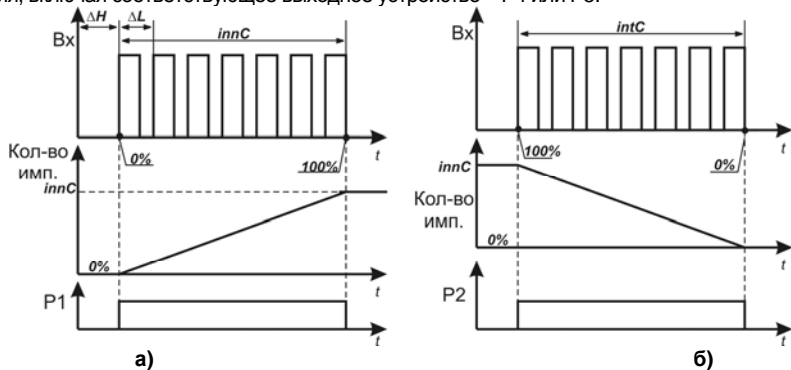

Рисунок 3.7
При $PreS = 2$ – режим работы без дожатия. Открытое и закрытое положение задвижки определяется при выполнении двух условий (рисунок 3.7):
- значение времени хода задвижки находится в интервале, определяемом значениями параметров $innL$ и $innH$ ($\Delta L = innC - innL$, $\Delta H = innH - innC$), рисунок 3.7, а – определение открытого положения, рисунок 3.7, б – определение закрытого положения.